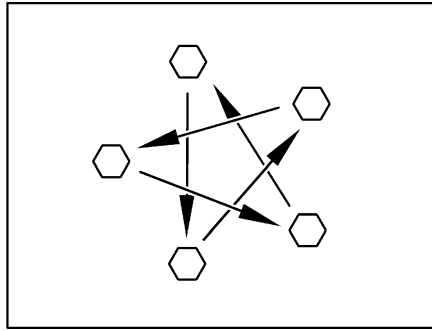

Bild 160 Radmuttern oder Radschrauben über Kreuz anziehen
- Radmuttern oder Radschrauben regelmäßig auf festen Sitz prüfen. Radmuttern oder Radschrauben eines ausgewechselten Rades nach 50 km über Kreuz nachziehen (Bild 160). Anzugsdrehmoment siehe Abschnitt 15.5.2.
- ▷ Radmuttern oder Radschrauben über Kreuz anziehen (Bild 160).